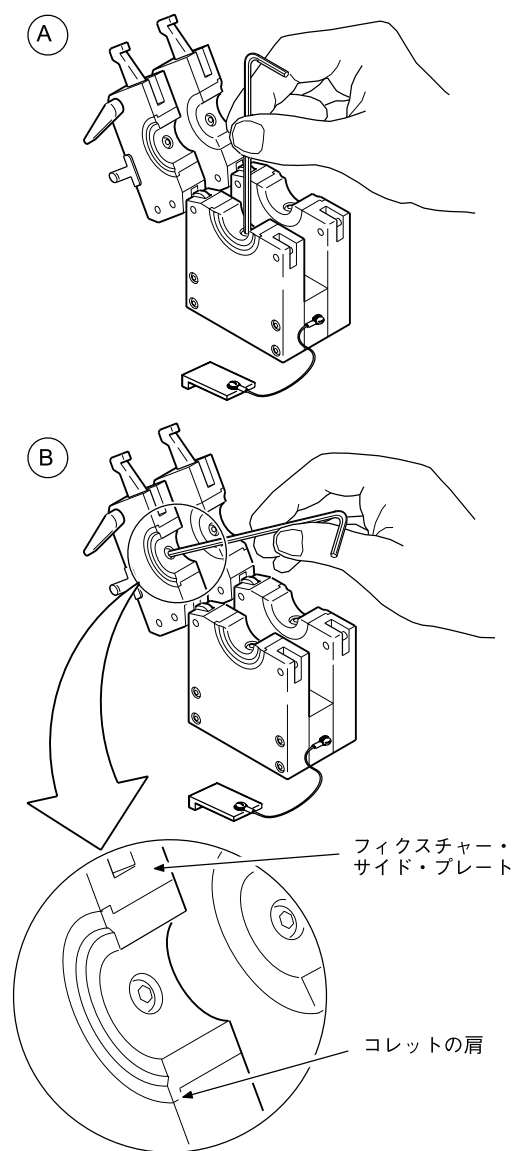

図 13：コレットを取り付ける
2. 上部および下部サイド・プレートにコレットを取り付け、コレット止めネジを締め付けます。コレットの肩とフィクチャー・サイド・プレートに段差がないことを確認します。図 13 をご参照ください。